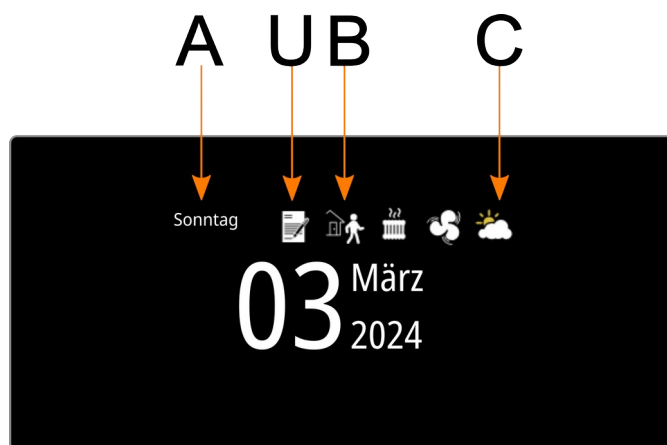

Abbildung 21: Premium-Display Icons und Infotext
Wie in Abbildung 21 zeigt, ist in der Mitte (B) der Betriebsmodus des Reglers dargestellt. Daneben der Ausgang der Stellgröße bzw. des 2 Punktreglers, danach der Ausgang der Lüftersteuerung. (C) visualisiert die Wetterinfo. Der Text (A) ist z.T. kontextbezogen und wird je nach Spracheinstellung automatisch mit generiert. Das Icon (U) kann vom Anwender über ein KO 10 gesetzt werden. Die Zuordnung der Werte des KOs zum Icon finden Sie auf S. 43ff.